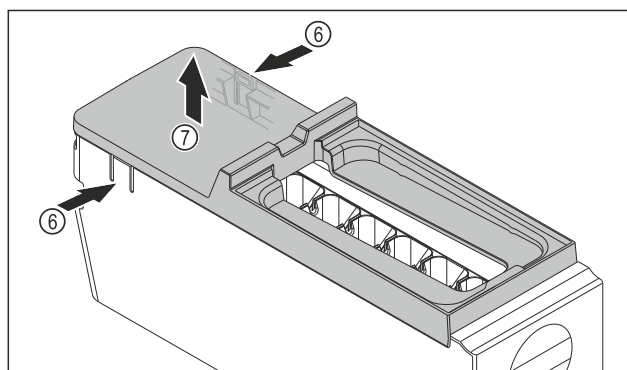

Fig. 172
- ▶ Abdeckung des EasyTwist-Ice-Körpers entnehmen: Laschen Fig. 172 (6) an den beiden Seiten des EasyTwist-Ice-Körpers mit einer Hand drücken.
- ▶ Abdeckung Fig. 172 (7) mit der anderen Hand nach oben entnehmen.